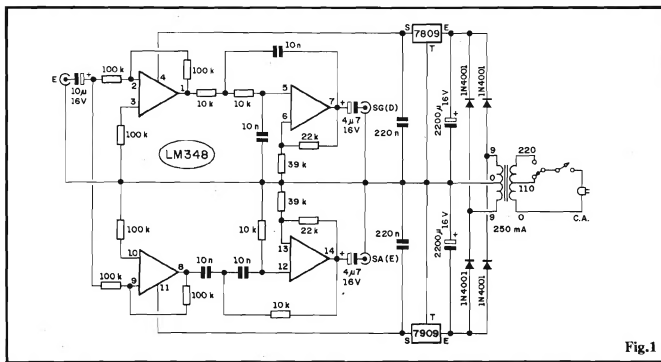
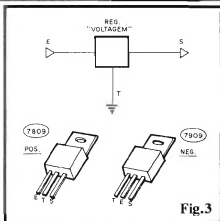

Fig.1
Fig.3
- FIG. 1 - O CIRCUITO - Dentro da
limite, e como "agudos" os acima... As citadas redes RC de filtragem de "segunda ordem", encontram-se nas funções de **realimentação positiva** dos respectivos Amp.Ops. Já no ramo de **realimentação negativa**, os resistores de 22K e 39K determinam o **ganho** de cada módulo... Através dos capacitores de passagem no valor de 4u7 (aos pinos 7 e 14 do LM348), os sinais, já divididos em **graves** e **agudos**, são entregues às Saídas - respectivamente "SG" e "SA"... Observando agora os estágios iniciais (esquerda, como é convencional, no esquema da fig. 1) do circuito, temos a Entrada geral, mono, "E", aplicado simultaneamente a dois blocos de isolamento (**buffers**), com ganho unitário (não amplificam, apenas "isolam" a Entrada dos blocos de filtragem e Saídas...), que ao mesmo tempo permitem o "casamento" com fontes de sinal as mais diversas, em impedâncias e níveis e não "carregam" os relativamente sensíveis blocos de separação tonal, posteriores... Os resistores de 100K acoplados na realimentação/polarização de tais blocos iniciais (Amp.Ops. delimitados pelos pinos 1-2-3 e 8-9-10, respectivamente) determinam o **ganho** 1 e as impedâncias gerais do agrupamento de Entrada, a qual recolhe o seu sinal via capacitor eletrolítico de 10u... Para perfeito equilíbrio do funcionamento dos blocos/módulos, e também no sentido de minimizar a quantidade de componentes de polarização dos Amp.Ops., usamos uma alimentação
**FIG. 3 - DETALHAMENTO DOS INTEGRADOS REGULARES DE TENSÃO** - Os dois Integrados reguladores de Tensão indicados no diagrama do circuito (fig. 1) e na LISTA DE PEÇAS, "parecem" com meros transistores de Potência da série "TIP" (três terminais, com lapela